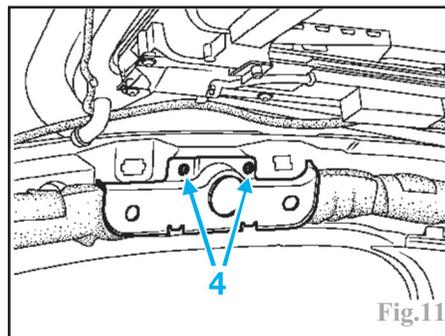

Fig.11
- les rivets de fixation (4) du déflecteur (Fig.11).